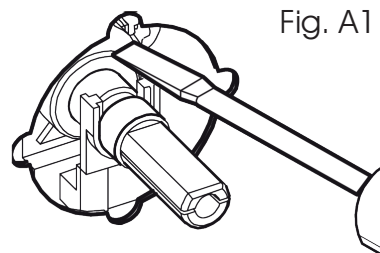

Fig. A1
2. Haal de bedieningsknop van de betreffende gasregelkraan eraf, steek een schroevendraaier in het onderste gedeelte van de regelkraan of in de schroef. (Fig. A1, A2, C2 DUAL)